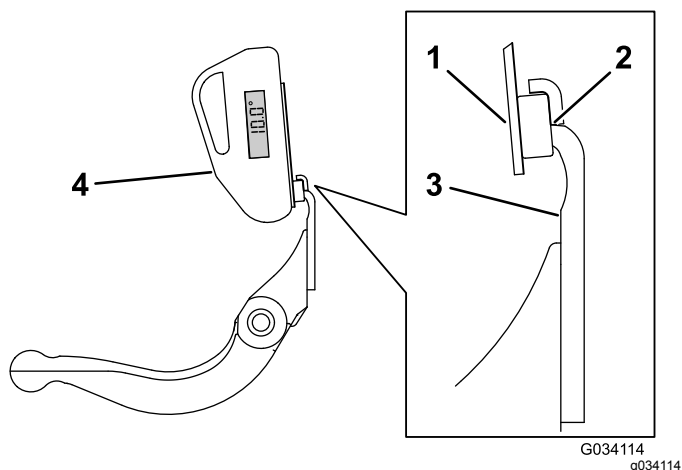

Рисунок 22
магнита совпала с кромкой неподвижного ножа (Рисунок 22).
4. Установите индикатор угла на крепление, как показано на Рисунок 22.